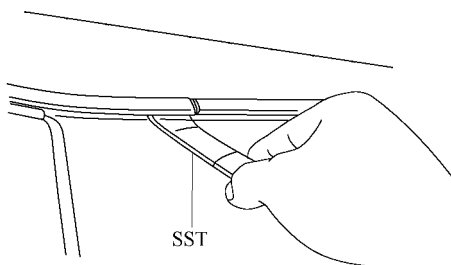

图 17-79 拆下嵌条
(2) 拆下嵌条。使风窗玻璃嵌条拆卸工具钩住嵌条的底侧，拆下嵌条，如图 17-79 所示。